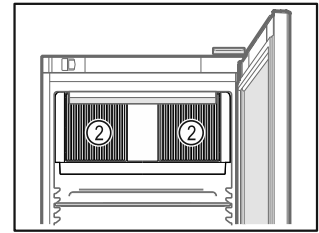

Fig. 79
- Odstąpić szczeliny wentylacyjne Fig. 79 (2) dmuchawy wewnątrz urządzenia.